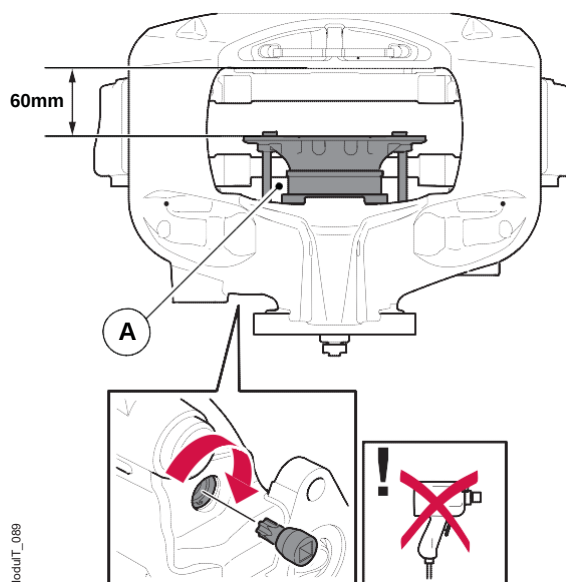

Figura 28. Extensão máxima para verificar os foles da placa de encosto
2. Utilizando a ferramenta especial Haldex P/N 95232 “6 Ferramentas” (Torx 55), gire manualmente o eixo de reajuste no sentido horário para ajustar o freio de modo que a placa de encosto (A) seja estendida e os foles possam ser visualizados. Pare quando a distância entre a face da pastilha interna da placa de encosto e a face da pastilha externa na pinça do freio for de 60 mm. Consulte a figura 28.